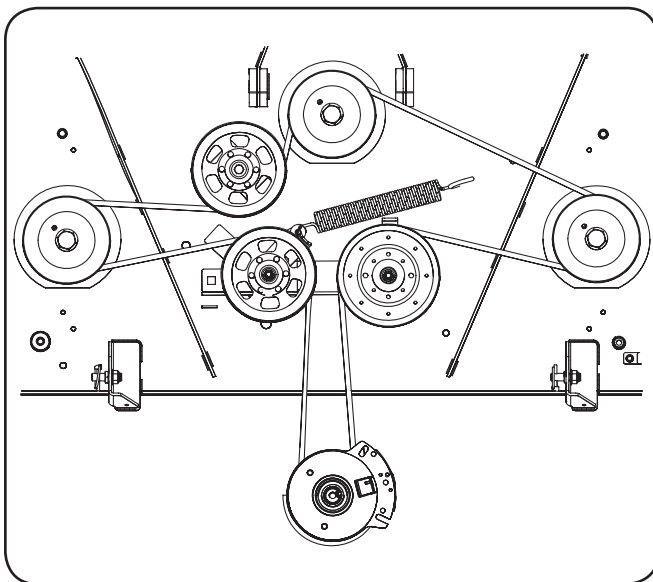

Figura 39
6. Coloque la correa alrededor de las poleas locas que extrajo en el paso 3 con el lado en 'V' orientado hacia adentro. Una vez que todo esté en su lugar, vuelva a colocar los elementos de ferretería y ajuste la tuerca de seguridad con brida para sujetar el conjunto. Vea la Figura 39.
7. Pase la correa como se indica en la Figura 39 y vuelva a instalar la plataforma (consulte Instalación de la plataforma).